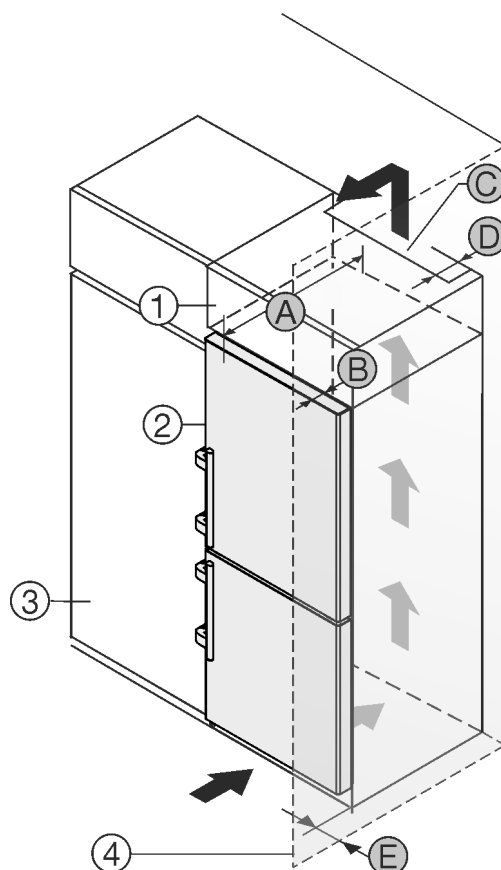

Fig. 2
- (1) Nastavná skříňka *
- (2) Přístroj *
- (3) Kuchyňská skříň *
- (4) Stěna *
- (5) Hloubka přístroje *
- (6) Hloubka dvířek *
- (7) Ventilační průřez *
- (8) Vzdálenost zadní strany přístroje *
- (9) Vzdálenost ke straně přístroje *
Můžete přístroj nainstalovat přímo vedle kuchyňské skříňky *Fig. 2 (3)**.
Na zadní straně nastavné skříňky musí být větrací šachta hluboká *Fig. 2 (D)* přes celou šířku nastavné skříňky.*
Pod stropem místnosti musí být dodržen ventilační průřez *Fig. 2 (C)**.
Když přístroj instalujete závěsy vedle stěny *Fig. 2 (4)*, musí být vzdálenost mezi přístrojem a stěnou minimálně 57 mm . To odpovídá přesahu madla při otevřených dveřích.*
Aby bylo možné dvířka plně otevřít, musí přístroj přesahovat o hloubku dvířek *Fig. 2 (B)* vůči přední linii kuchyňské skříňky. V závislosti na hloubce kuchyňských skříněk *Fig. 2 (3)* a použití vymezočů odstupů od stěny může přístroj vyčnívat dále.*